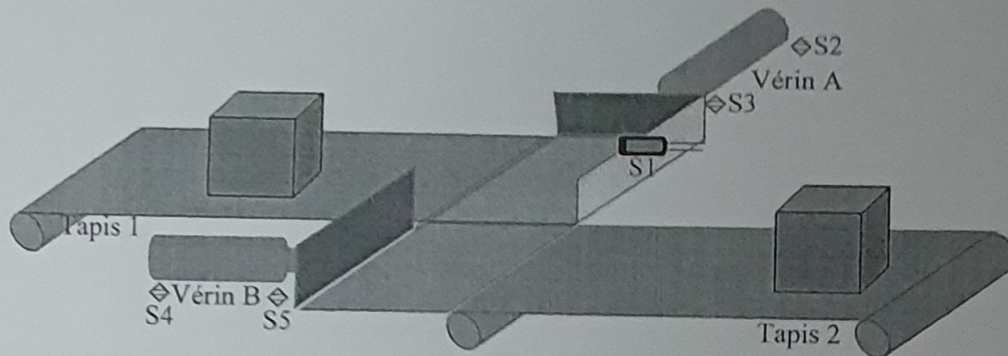

Figure 2. Station de transfert des pièces.
- Deux vérins A et B pour pousser la pièce comme le montre la figure 2.